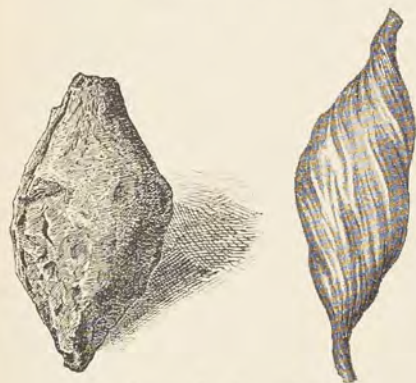

Fig. 50. — Bombes volcaniques.
(fig. 50), effilée aux deux extrémités et portant à la surface des sillons en spirale : ce sont les *bombes*, que les Napolitains désignent aussi sous le nom de *larmes du Vésuve*. La grosseur de ces blocs peut varier depuis la dimension du poing jusqu'à plusieurs mètres cubes. Ainsi, lors de sa dernière éruption, en mai 1900, le Vésuve a lancé une bombe (fig. 51) dont le volume approximatif était de 12 mètres cubes et le poids de 300 quintaux. Un boulet de 30 tonnes ! D'après les observations de M. le P^r Matteucci (1), qui a failli être tué sur les bords du cratère lors de cette éruption, ce bloc énorme mit à peu près 17 secondes à par-